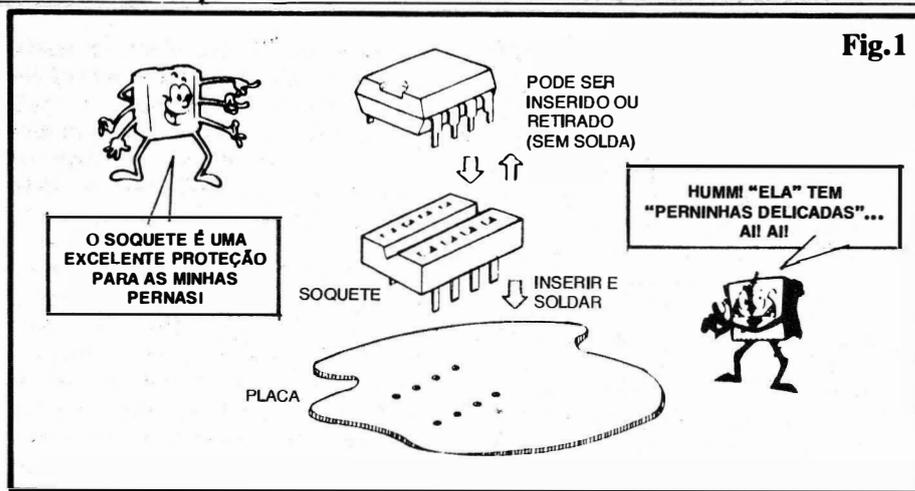

Fig. 1
- FIG. 1 - O SOQUETE ("INTERFACE" MECÂNICO/ELÉTRICO, ENTRE OS C.I.s E AS PLACAS DE IMPRESSO - Uma peça de "apoio" muito importantes nas montagens (e ainda mais nas Experiências...) com C.I. é o chamado SOQUETE. Trata-se de um verdadeiro "interface" mecânico e elétrico que deve, simplesmente, ser soldado na placa de Circuito Impresso, "no lugar" a ser ocupado eletricamente pelo Integrado. Este, por sua vez, tem suas "pernas" enfiadas no dito soquete, ficando assim ligadas, porém **sem solda direta!** Conforme mostra a figura, o dito SOQUETE nada mais é do que um conjunto compacto (nas mesmas dimensões/número de pinos mostrados pelo Integrado que deverá acoplar...) contendo, na sua base duas linhas de pinos, cujos afastamentos, dimensões e medidas "entre linhas" são exatamente iguais às do Integrado. Dessa maneira, o soquete deve ter seus pinos inseridos num hipotético Circuito Impresso, nas **mesmas** ilhas/furos elétrica e mecanicamente preparadas para a recepção das "perninhas" do Integrado respectivo... Na parte superior do soquete, em exata correspondência mecânica e elétrica com os pinos na base, encontram-se duas linhas de fendas, contendo contatos metálicos de pressão, destinadas a receber - aí sim - as "pernas" do próprio Integrado... Vejamos, agora, quais são as vantagens de se usar esse "intermediário" (já que em quase tudo na vida e nas atividades humanas, "intermediário" é um "negócio" a ser evitado...):
- Por todas essas razões (e muitas outras, que o Leitor/"Aluno" descobrirá, na prática e no dia-a-dia...) o uso de soquetes para os Integrados é **altamente recomendável**. Se alguém "ainda não entendeu" o "ensanduichamento" do soquete entre a placa de Impresso e o respectivo Integrado, a vista explodida da fig. 1 dá todas as "dicas"...